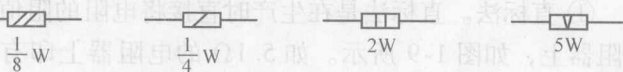

图 1-11 电阻器的功率符号
(2) 电阻器的功率 电阻器的功率是很重要的参数，常用电阻器的功率有 $1/8W$ 、 $1/4W$ 、 $2W$ 、 $5W$ 等，其符号如图 1-11 所示。大于 $5W$ 的电阻器的直接用数字标明。